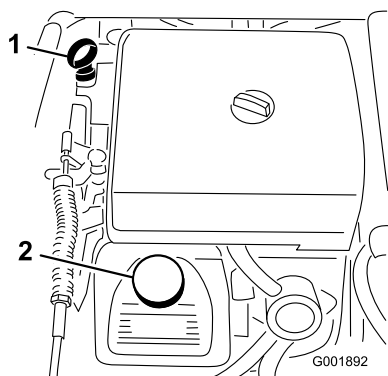

Figura 48
2. Togliete l'asta di livello ed asciugatela con un panno pulito (Figura 48). Inserite l'asta nel tubo e verificate che sia inserita a fondo. Rimuovete l'asta e controllate il livello dell'olio.
3. Se il livello dell'olio è basso, togliete il tappo di rifornimento dal coperchio della valvola (Figura 48) e versate dell'olio fino a portarne il livello al segno di pieno (Full) sull'asta. Versate l'olio lentamente,
8. Versate lentamente circa l'80% della quantità indicata d'olio nel bocchettone di rifornimento (Figura 48).